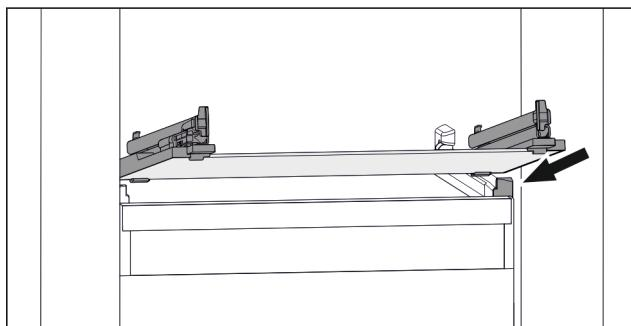

Fig. 47 Примерно изображение на стъклената плоча
► Поставете стъклена плоча под ъгъл зад ограничителите. (виж Fig. 47)